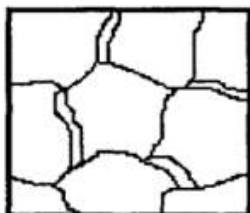

Рис. 42
**№ 109. На рис. 42 представлена схема структуры железоуглеродистого сплава. Какой это сплав?**